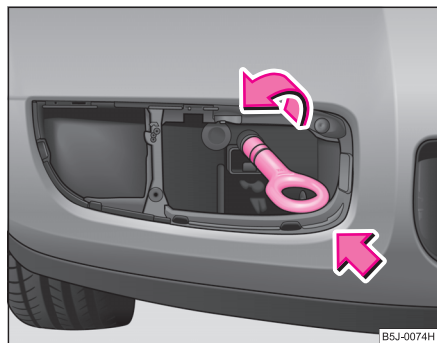

Fig. 164 Bara de protecție față: Montarea inelului de remorcare
- Înșurubați inelul de remorcare cu mâna spre stânga ⇒ fig. 164.